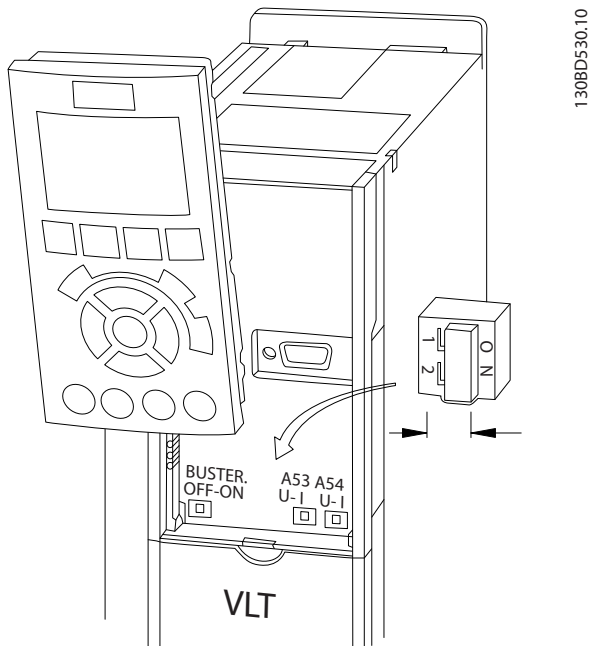

図 4.13 端子 53 と 54 スイッチの位置
1. ローカル・コントロール・パネルを削除(図 4.13を参照)。
- 各セグメントは、周波数変換器の終端スイッチ(バス端末オン / オフ、図 4.13を参照) またはバイアス終端抵抗ネットワークのいずれかを使用して両端を終端する必要があります。